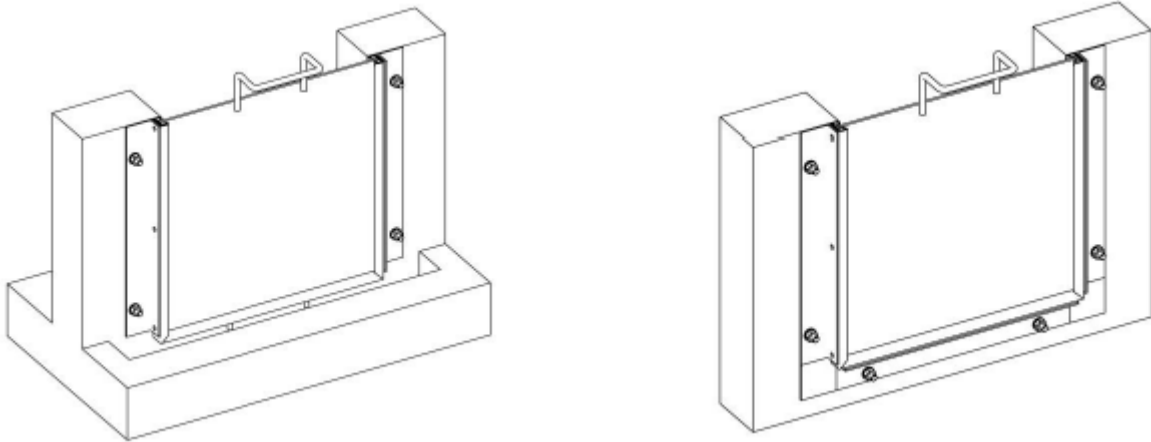

Abb. 3
- Schütz, Dammbalken/platte - bei Armaturen ohne Bodenprofil die beiden Rahmenteile - in der entsprechenden Aussparung positionieren und mit Senkblei und Wasserwaage ausrichten (Abb. 3).